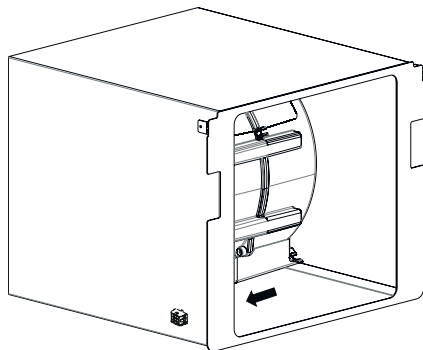

Fig. 14
5. ▶ Skub nu det 6-polet multikabel i motorkassen ind i hullet indtil det "klikker" sig fast(Fig. 14).